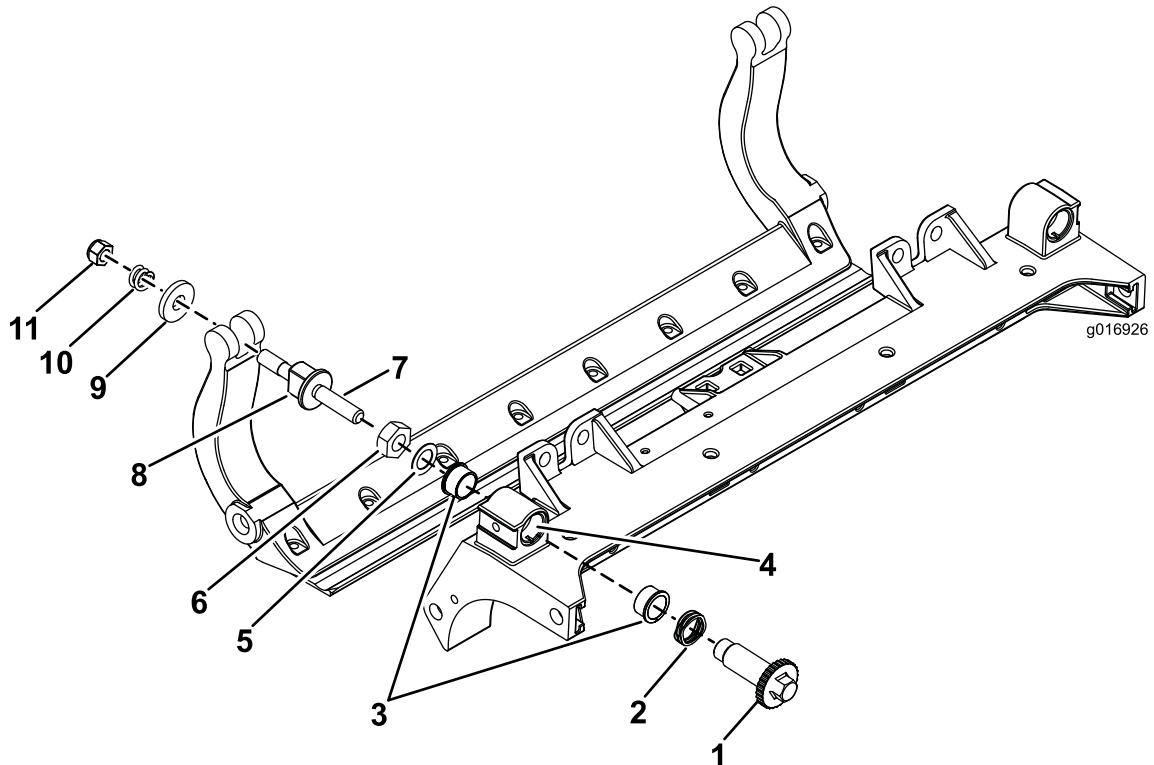

Figura 43
1. Retire todas las piezas (consulte las *Instrucciones de instalación* del Kit HD DPA y la Figura 43).
2. Aplique compuesto antigripante en la parte interior de la zona de los casquillos del bastidor central de la unidad de corte (Figura 43).
3. Alinee los salientes de los casquillos con brida con las ranuras del bastidor, e instale los casquillos (Figura 43).
4. Instale una arandela ondulada sobre el eje del ajustador e introduzca el eje del ajustador en los casquillos con brida del bastidor de la unidad de corte (Figura 43).
5. Sujete el eje del ajustador con una arandela plana y una contratuerca (Figura 43).
12. Coloque una arandela de acero por fuera de cada arandela de nylon (Figura 43).
Nota: Las arandelas del interior pueden tener cierta holgura (Figura 43).
15. Apriete la tuerca de cada ajustador de la barra de asiento hasta que el muelle de compresión esté comprimido del todo, luego afloje la tuerca $\frac{1}{2}$ vuelta (Figura 43).